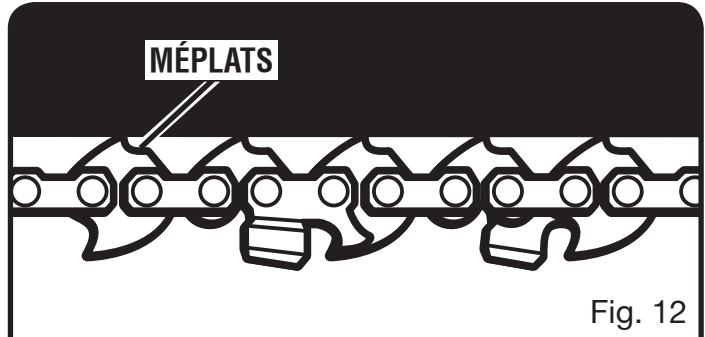

Fig. 12
- La chaîne doit être retendue chaque fois que les plats des maillons d'entraînement pendent au-dessous de la rainure du guide comme illustré à la figure 12.